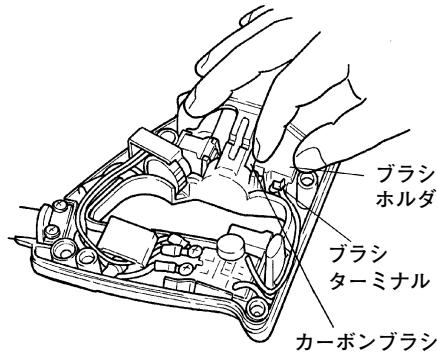

図 12
- (2) ブラシホルダをドライバーの先などで持上げ、カーボンブラシを押さえながらブラシホルダをハウジングから取出します。(図12)